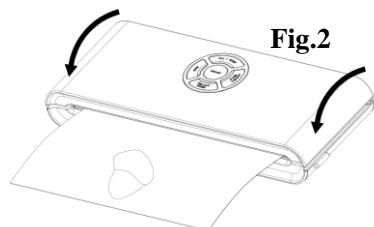

Fig.2
4. Apăsați capacul în jos pe ambele laturi, folosind ambele mâini, până când se aude un declic pe ambele laturi – Fig.2